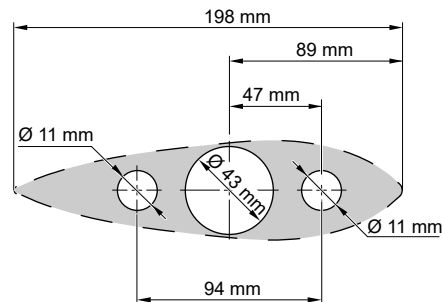

Fig. 9: Dimensiones
1. Perfore tres orificios para el montaje del pod en el casco del barco, **véase "Fig. 9: Dimensiones"**.